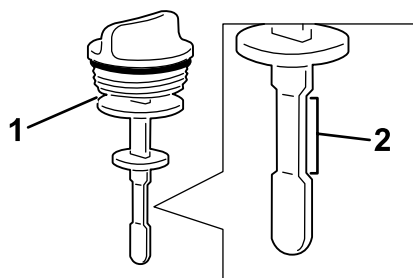

Figure 103
- Ressortez la jauge et vérifiez le niveau de liquide (Figure 103).